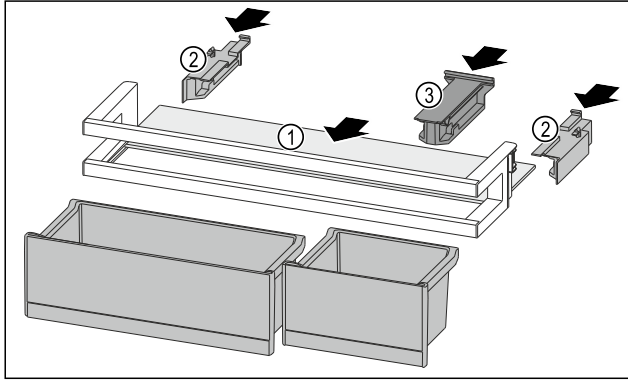

Fig. 251
- ▶ Abstellfläche Fig. 251 (1) in die seitlichen Aussparungen einschieben.
- ▶ Seitenteile Fig. 251 (2) einsetzen.
- ▶ Halteteil Fig. 251 (3) einsetzen.